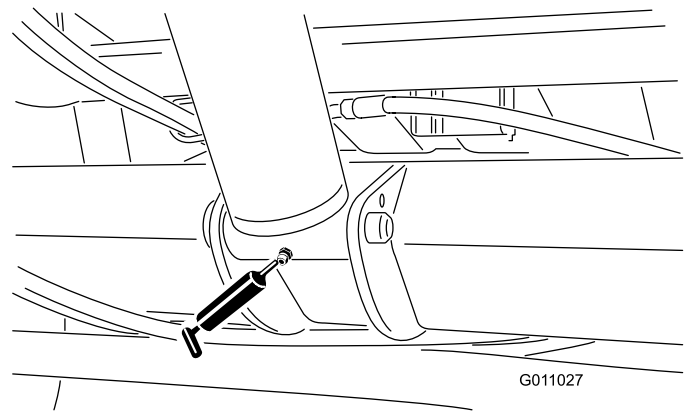

Figure 34
- Vérin de relevage (2) (Figure 34).